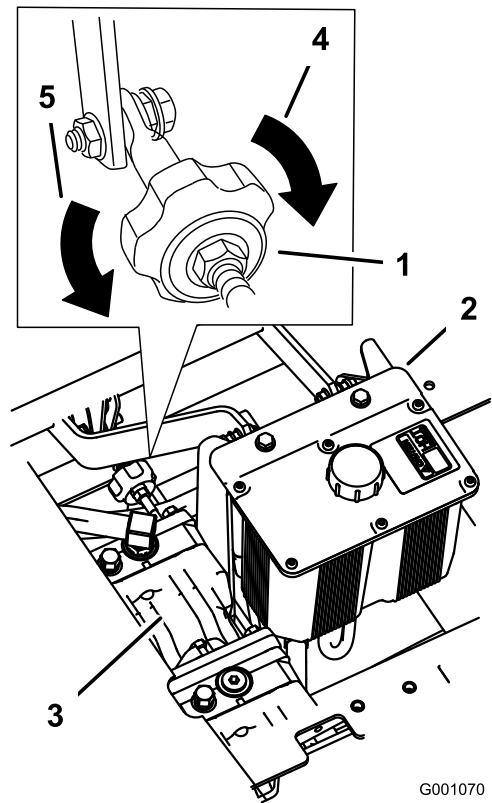

Figura 95
2. Ajuste o comprimento da barra da bomba rodando o manípulo, na direção adequada, até que a roda fique parada ou a rodar ligeiramente para trás (Figura 95).